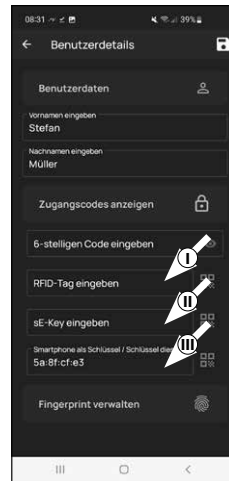

Abb. 4
- ! **Hinweis:** Dem Benutzerprofil des Administrators wurde automatisch die Schlossöffnung per Smartphone hinterlegt (III) (Abb. 4). Bei weiteren Benutzern können Sie in diesem Feld ein anderes Smartphone als elektronischen Schlüssel hinterlegen. Eine Anleitung hierfür erhalten Sie in der Hauptanleitung auf unserer Webseite (siehe Link auf der Titelseite).